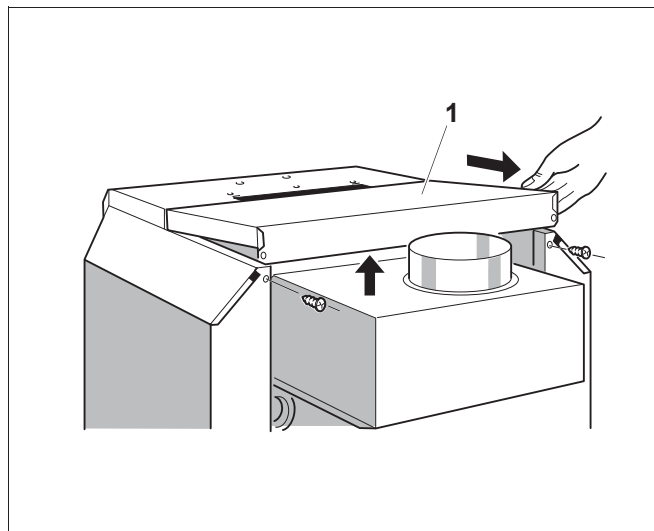

Рис. 9 Снятие задней крышки котла
- Выкрутить оба крепежных винта задней крышки котла (рис. 9, **поз. 1**). Приподнять заднюю крышку и снять ее, подав назад (рис. 9).